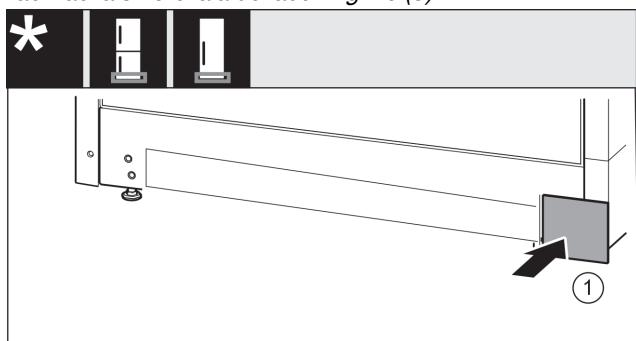

Fig. 17
- ▶ Kryt opět nasad'te na druhé straně. Fig. 17 (1)